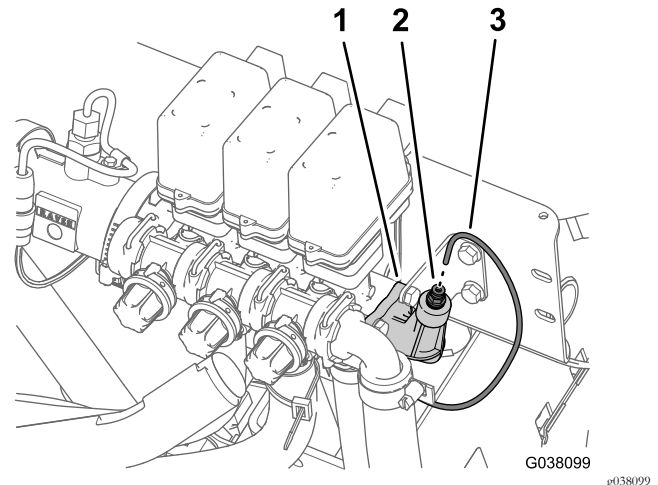

Рисунок 5
1. Нажмите на запорное кольцо соединительной муфты в торцевой крышке клапана правой секции стрелы (Рисунок 5).
2. Вытяните трубку датчика давления для манометра на приборной панели из соединительной муфты (Рисунок 5).